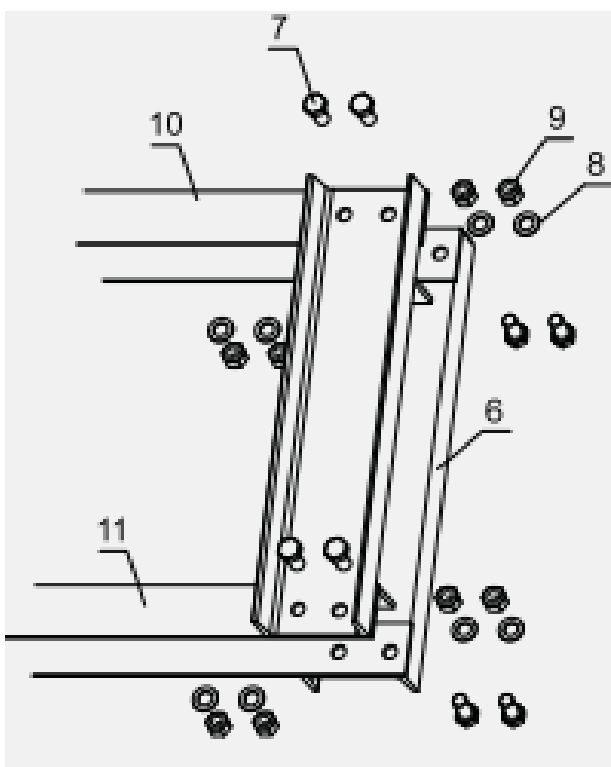

Рисунок 2,
2. Положите опорные стойки (10, 11) на плоскую горизонтальную поверхность. Совместите отверстия в верхней балке (6) с отверстиями в верхних частях опорных стоек (10, 11), соедините их болтами (7) с шайбами (8) и гайками (9). См. Рисунок 2.